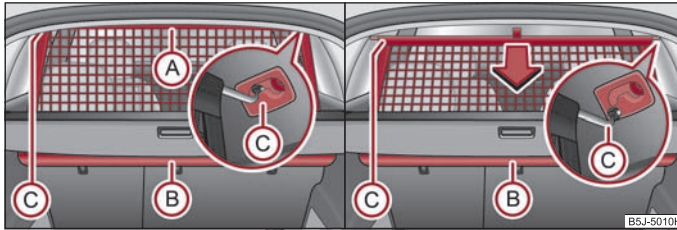

Abb. 64 Netztrennwand herausziehen / aufrollen
- Ziehen Sie die Netztrennwand an der Lasche (A) aus dem Gehäuse (B) in Richtung der Halterungen (C) ⇒ Abb. 64.
- Setzen Sie die Querstange in eine der Aufnahmen (C) ein.
- Ziehen Sie die Querstange erst auf der einen, dann auf der anderen Seite etwas nach hinten und nehmen die Querstange aus den Aufnahmen (C) ⇒ Abb. 64.
- **Halten** Sie die Querstange so, dass die Netztrennwand in das Gehäuse (B) langsam und ohne Beschädigung einrollen kann.